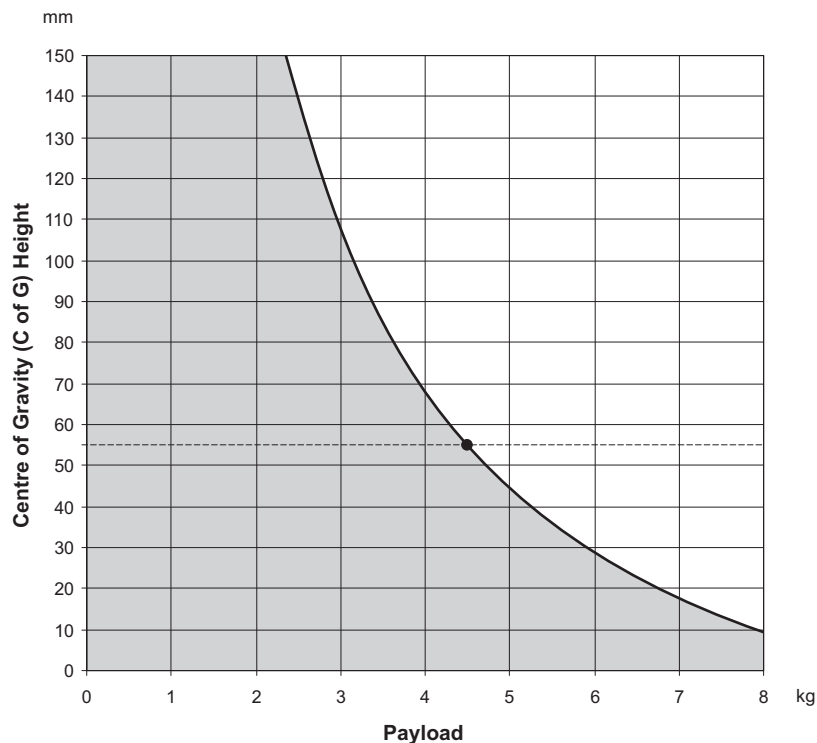
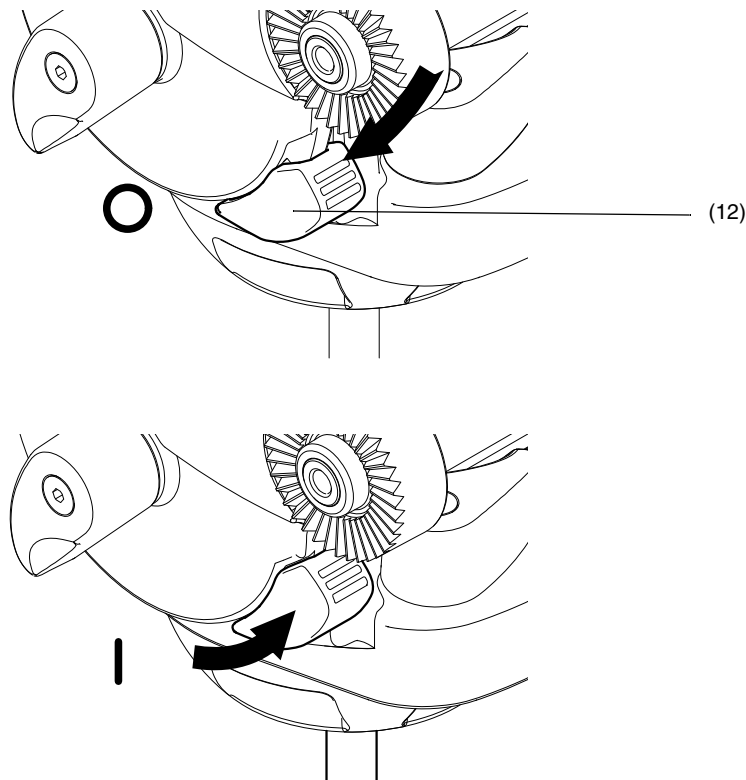

Fig. 4
Fig. 5
Das zweistufige Balancierungssystem des PRO-5^{plus} Schwenk- und Neigekopfes ist für Traglasten von bis zu 4,5 kg bei einer Schwerpunkthöhe von 55 mm eingestellt und kann für ungehindertes Drehen der Neigeachse neu eingestellt werden. Die Abbildung (Fig. 4) zeigt das Verhältnis zwischen der Schwerpunkthöhe und der Traglast für eine optimale Leistung.
Der PRO-5^{plus} Schwenk- und Neigekopf bietet ein einstellbares Gewichtsausgleichssystem mit Ein/Aus-Schalter, das für Traglasten von 4,5 kg bei einer Schwerpunkthöhe von 55 mm konzipiert wurde. Die Abbildung (Fig. 4) zeigt das Verhältnis zwischen der Schwerpunkthöhe und der Traglast für eine optimale Leistung.
Der Wahlschalter für den Gewichtsausgleich (12) ermöglicht die Auswahl zwischen zwei Gewichtsausgleichsstufen. Wird der Schalter (12) nach unten (Fig. 5) gedrückt, ermöglicht dies das ungehinderte Drehen der Neigeachse ohne Gewichtsausgleich. Drücken des Schalters (12) nach oben (Fig. 5) bietet vollen Gewichtsausgleich (Fig. 4).
Neigen Sie den Kopf mithilfe des Schwenkarms (5) nach hinten und vorne. Falls der Kopf zurückspringt, deaktivieren Sie das Ausgleichssystem (12) und sorgen Sie für ausreichende Neigungsdämpfung (1), um die Kameraneigung wie gewünscht einzustellen. Wenn der Kopf noch immer wegkippt, ist die Traglast zu groß für die Tragfähigkeit des Kopfes (Fig. 4). Reduzieren Sie, wenn möglich, die Schwerpunkthöhe des Zubehörs oder entfernen Sie es ganz.